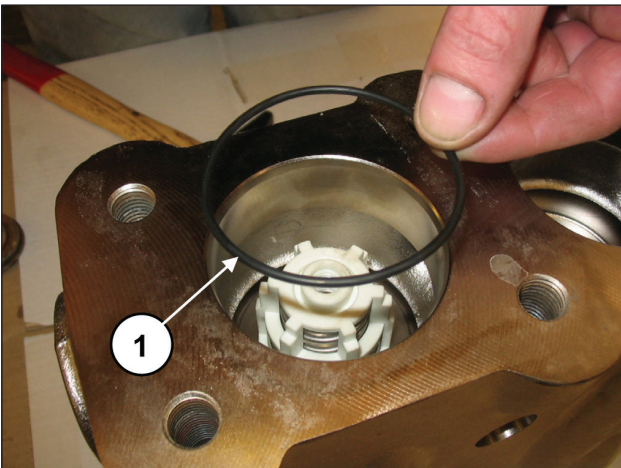

Abb. 110
Setzen Sie den O-Ring ein, Pos. 17 Explosionszeichnung (Pos. ①, Abb. 110).